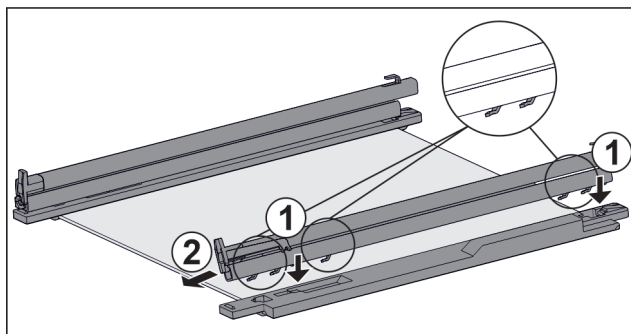

Fig. 100 Skleněná deska s kolejičkami a přídržnými díly
- ▶ Nasadte háčky kolejničky na otvory **levého** přídržného dílu. Fig. 100 (1)
- ▶ Vytáhněte kolejničku dopředu. Fig. 100 (2)
- ▶ Nasadte háčky kolejničky na otvory **pravého** přídržného dílu. Fig. 100 (1)